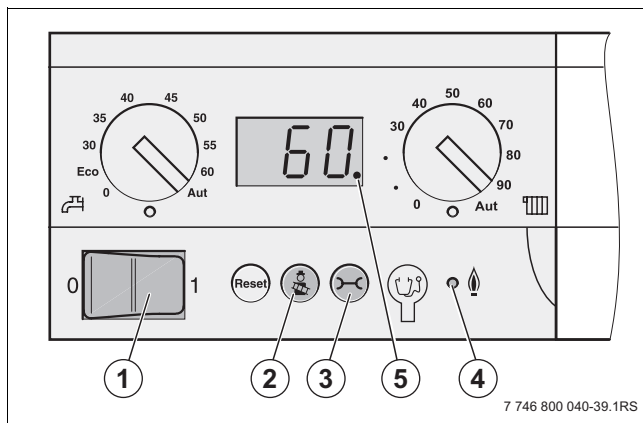

Fig. 61 Pannello di servizio del dispositivo di controllo di base
- ▶ Mettere in funzione la caldaia a gas a condensazione spostando l'interruttore di rete (→ fig. 48, [1]) e l'interruttore di esercizio sulla posizione "1" (On) (→ fig. 61, [1]).
- ▶ Il punto decimale in basso a destra sul display (→ fig. 61, [5]) scompare.